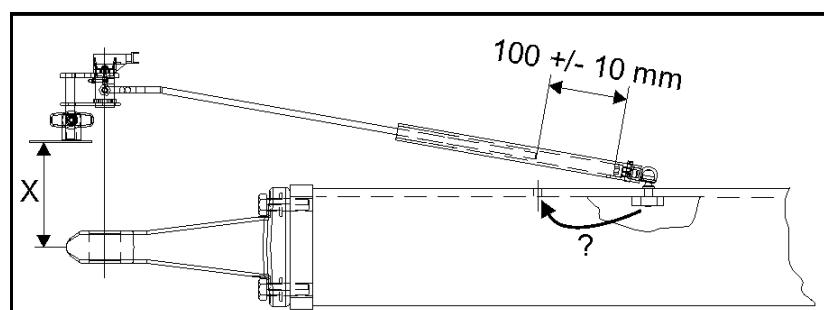

Fig. 103
- Mențineți cât se poate de redusă distanța dintre punctul de cuplare și traductorul unghiului de rotație (Fig. 103/ X) (îndeosebi în cazul proțapului cu agățător).